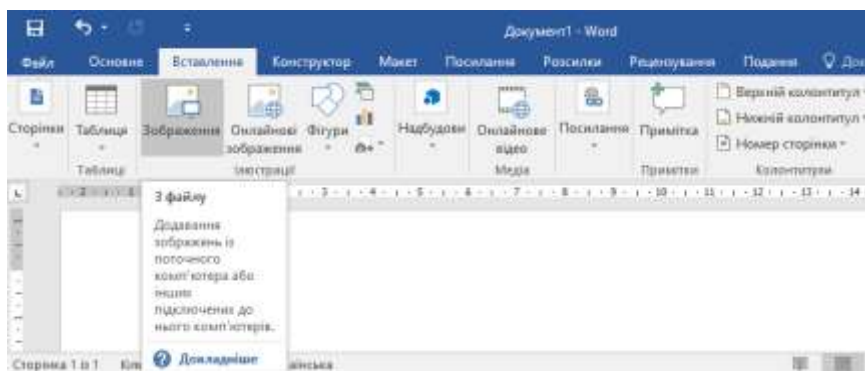

Рисунок 1.19 – Вкладка *Вставка* зображення
11. Клацніть на місці вставлення рисунка. На вкладці *Вставлення* у групі *Зображення* знайдіть зображення, яке потрібно вставити (рисунок 1.19).